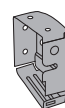
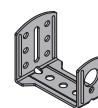

FIG.6
FIG.7
- Per le veneziane da 50 mm con comando ad argano e/o motore l'attacco a parete prevede 2 PZ (FIG.6) e 1 o più (FIG.7).